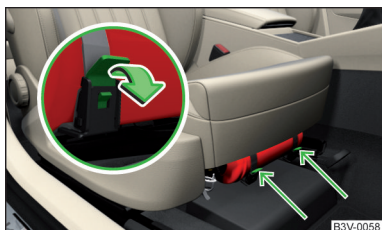

Fig. 239
- Desfaceți ambele chingi trăgând de siguranțele respective în sensul săgeții » fig. 239.